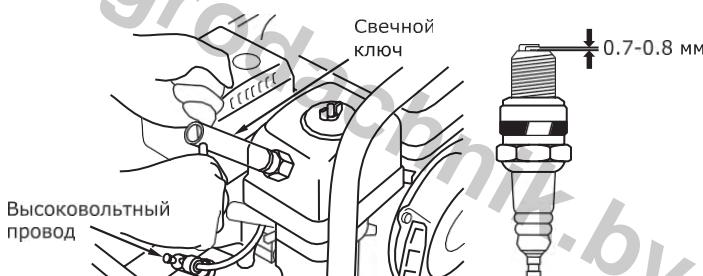

Рис. 18
- Выверните свечным шестигранным ключом (входит в комплект поставки) и осмотрите свечу (рис. 18). Юбка свечи (между керамической частью и металлической частью) должна иметь желто-вато-коричневый цвет.
• Проверьте величину зазора между заземляющим и центральным электродами, используя специальный щуп. При необходимости установите зазор 0,7 – 0,8 мм (рис. 18).